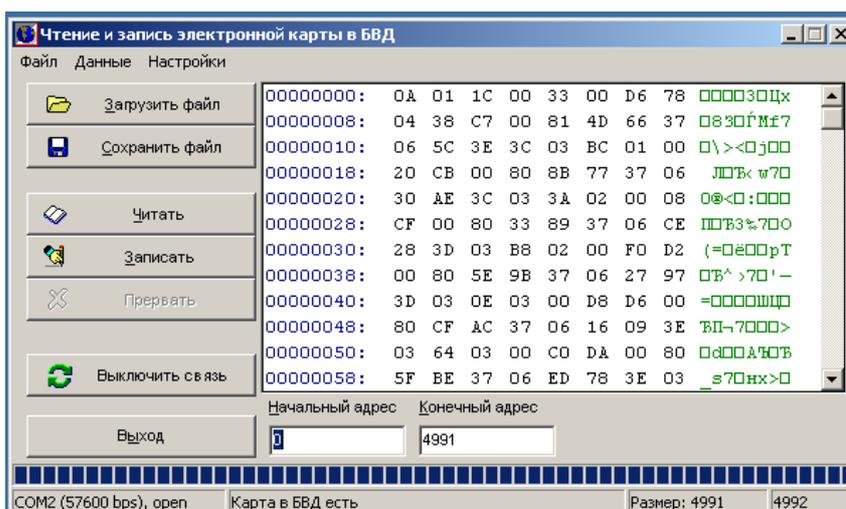

Рисунок 2.84
- после завершения считывания (рисунок 2.84) нажмите клавишу «Сохранить файл». В стандартном для Windows окне укажите полный путь и имя сохраняемого файла электронной карты;